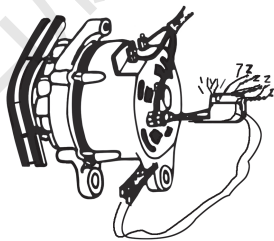

图 2-18 用试灯测外电枢电路
②用图 2-18 方法检查电枢电路。方法是:用试灯一端搭铁,另一端接触发电机“电枢”接线柱。灯亮,表明蓄电池到发电机连接导线良好,故障在发电机内的二极管、三相绕组等元件;若试灯不亮,表明蓄电池到发电机“电枢”线路有断路。